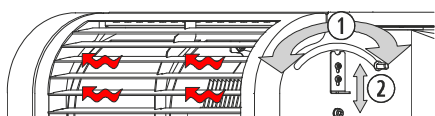
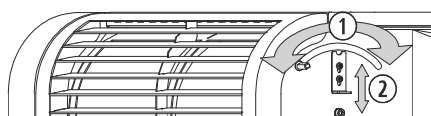
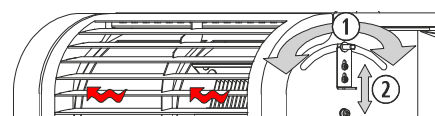

Figura 17
Figura 18
Figura 19
Nel modello *Kiev*, è possibile configurare le uscite dell'aria di convezione dalla stufa in base alle esigenze. In ogni lato della stufa si trova uno stelo (①) che, in base alla sua posizione, farà in modo che la stufa provochi l'espulsione dell'aria calda dalla parte frontale (stelo all'indietro, *figura 17*), attraverso la bocca di canalizzazione posteriore (stelo in avanti, *figura 18*) o una combinazione di entrambe le uscite (stelo in posizione intermedia, *figura 19*), utilizzando il fissaggio (②) che consente di mantenere lo stelo in posizione intermedia.